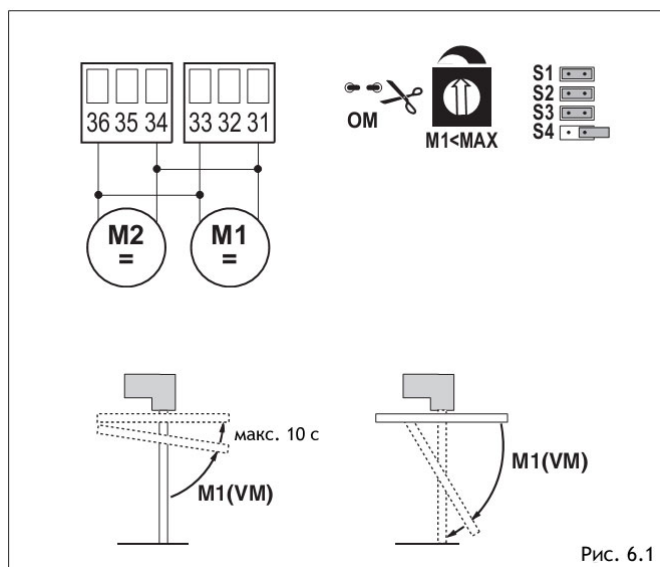

Рис. 6.1
- (Рис. 6.1) Использование без концевых выключателей.